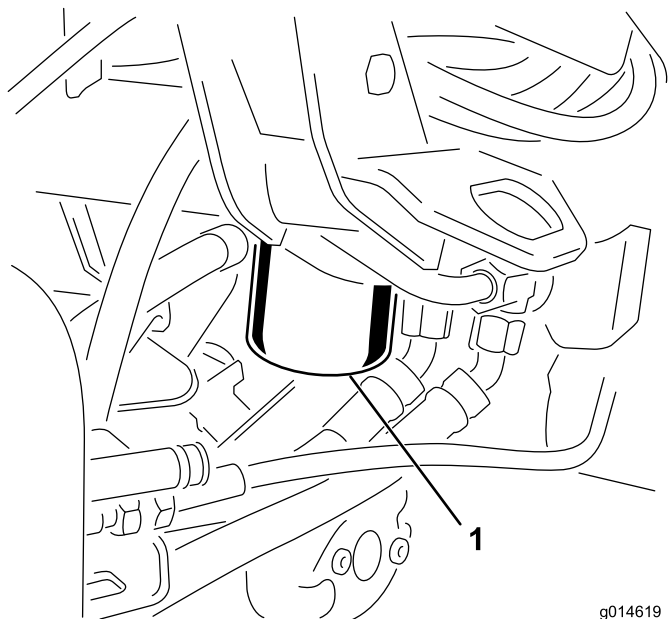

図 53
1. フィルタ容器の周辺をウェスできれいにぬぐう（図 53）。フィルタの下に廃油受けを置いてフィルタを外す。